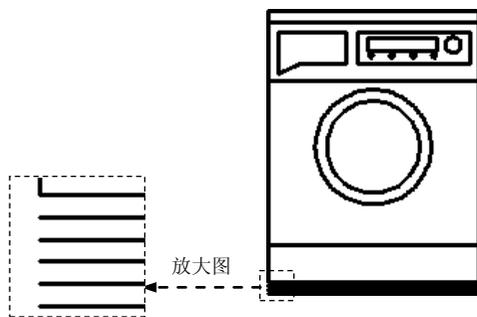

图 17.6.20 其余偏置
(2) 参照上一步依次创建其余偏置（共偏置处出 5 条）偏置距离均次为 10，完成后如图 17.6.20 所示。